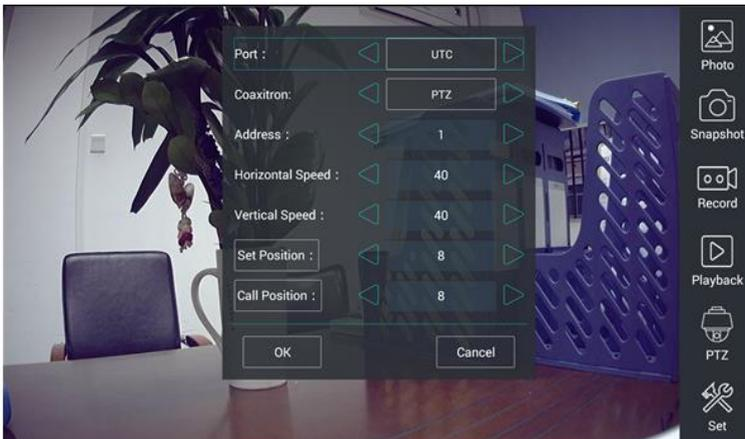

Рис. 94 Настройки для управления PTZ CVI видеокамерой по коаксиальному кабелю
- 3) В строке Coaxitron выберите соответственно PTZ (рис. 94);